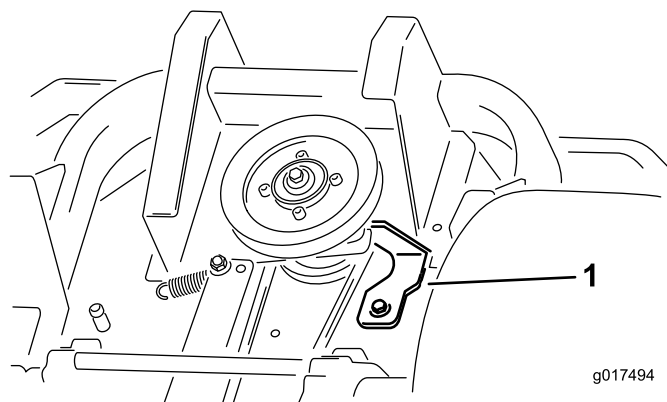

Figura 63
5. Togliete l'arresto della frizione illustrato in Figura 63.
9. Montate l'arresto della frizione illustrato in Figura 63.